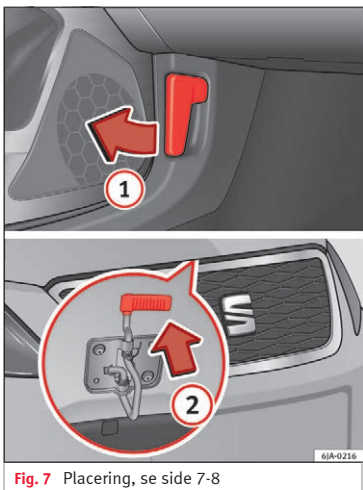

Fig. 7 Placering, se side 7-8
- Åbning af motorhjelm: Træk i grebet under instrumentpanelet » **Fig. 7** ①.
- Løft af motorhjelm: Tryk vippeknappen, der er placeret under motorhjelmen, opad » **Fig. 7** ②. Derved bliver sikkerhedskrogen udløst.